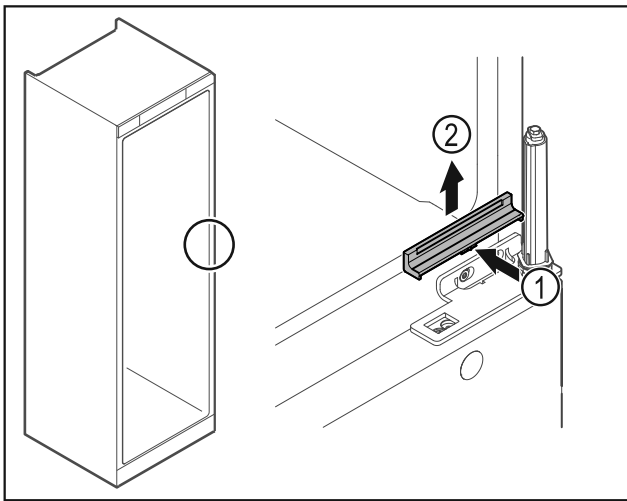

Fig. 31
- Πιέστε το κάλυμμα Fig. 31 (1) ελαφρά στο κέντρο και αφαιρέστε το προς τα επάνω Fig. 31 (2).